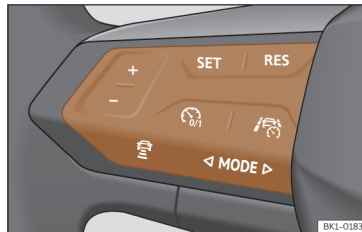

Fig. 126 Sur le volant multifonction : bouton de commande de l'ACC.
- Appuyez sur la touche du volant multifonction >>> **fig. 126**.
- Pour commencer le réglage, appuyez sur la touche **SET** >>> **fig. 126**.
Pour programmer la vitesse, appuyez sur les boutons + ou - >>> **fig. 126** jusqu'à la vitesse souhaitée. Le réglage de la vitesse s'effectue par intervalles de 10 km/h (5 mph).
• Appuyez sur la touche  puis sur la touche + ou - >>> **fig. 126.**
• Appuyez brièvement sur la touche  >>> **fig. 126** ou sur la pédale de frein.